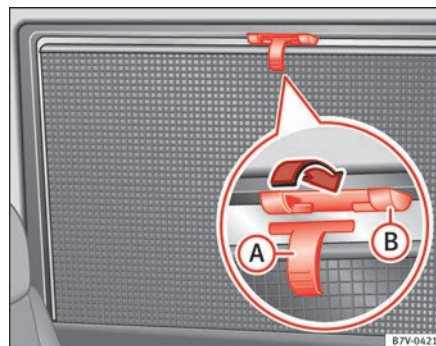

Fig. 65 En la ventanilla trasera derecha: cortinilla.
- Tire de la cortinilla por el asa saliente ⇒ fig. 65 A completamente hacia arriba.
- Para recoger la cortinilla, desenganche de arriba y bájela a mano ⇒ ①.